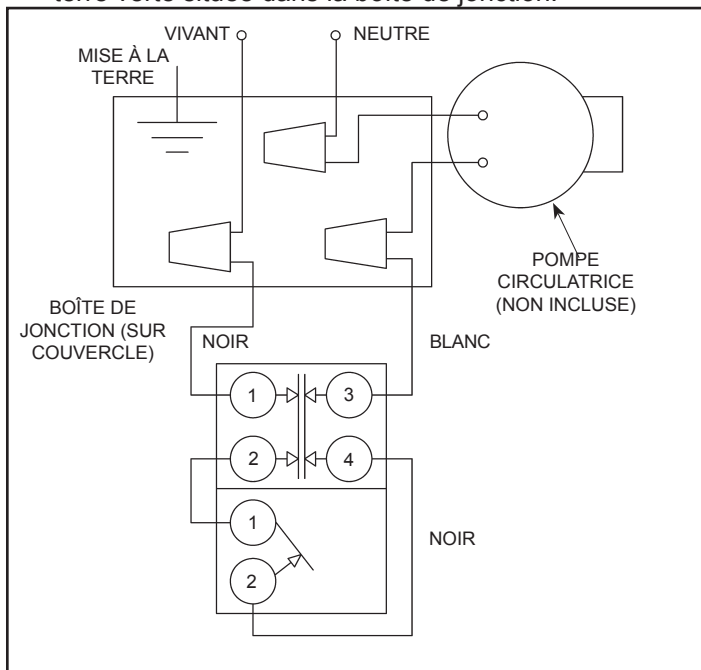

Figure 4. Schéma de câblage
2. Raccordez la pompe circulaire en série avec le thermostat, tel qu'illustré à la Figure 4.